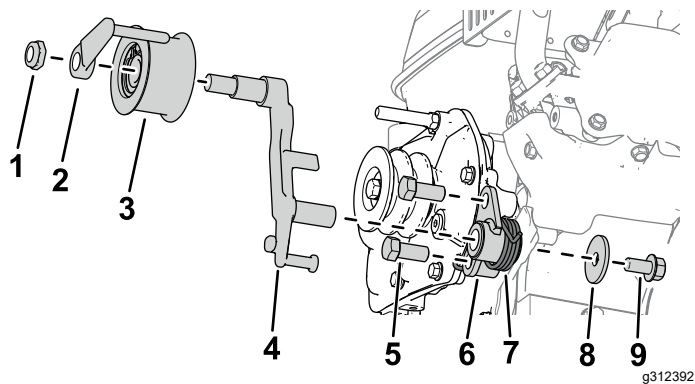

図 3
- ギアボックスにクラッチブラケットを取り付けるボルト 7/16 x 1" 2本で図 3 のように取り付ける。
- クラッチブラケットにクラッチレバーを取り付ける図 3。
- クラッチブラケットにトルクスプリングを取り付けるワッシャ 3/8 x 1-3/8" とボルト 3/8 x 3/4" で図 3 のように取り付ける。
- クラッチレバーにアイドラプーリアセンブリを取り付けるベルトガイドと六角ナットを使用する図 3。